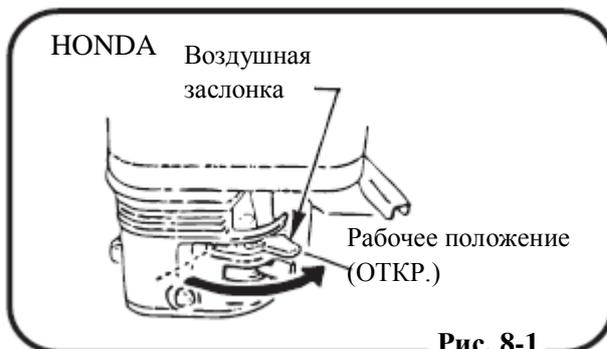

Рис. 8-1
6. После пуска двигателя постепенно верните воздушную заслонку в открытое положение (рис. 8-1, 8-2 и 8-3).